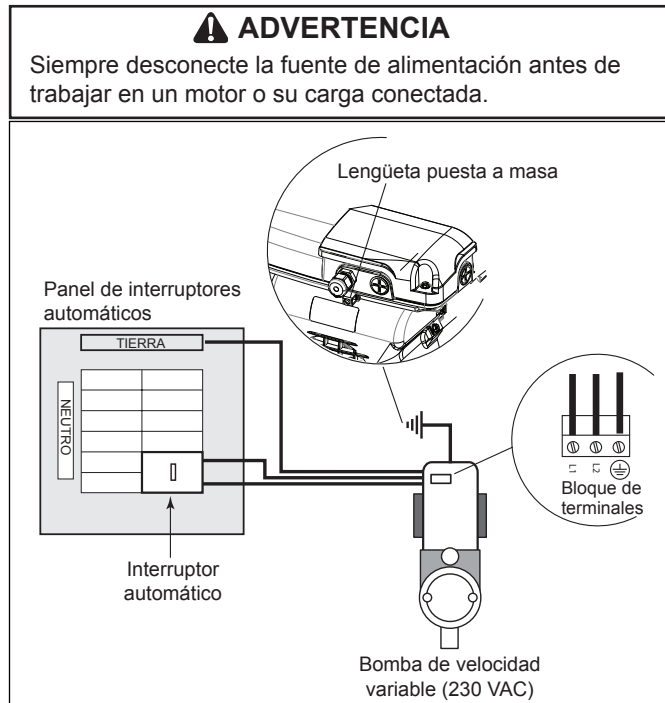

Figura 3. Unión del motor
- Las conexiones eléctricas y puesta a tierra deben realizarse mediante un conductor de cobre sólido n.º 8 AWG o más grande. En Canadá se debe utilizar el n.º 6 AWG o más grande. Unir el motor utilizando el terminal externo provisto (Véase Figura 3).